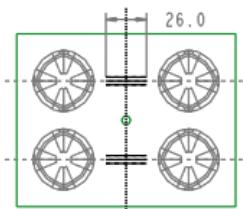

图 28.16 截面草图
Step6. 绘制截面草图。进入草绘环境后，选取 **MOLD_FRONT** 基准平面、**ADTM2** 基准平面和 **ADTM4** 基准平面为草绘参考；绘制图 28.16 所示的截面草图。完成截面草图的绘制后，单击“草绘”操控板中的“确定”按钮 。